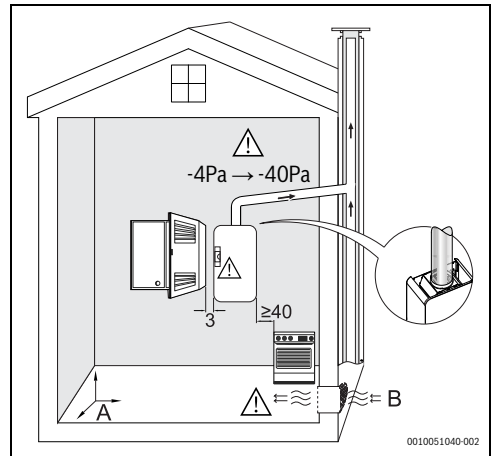

Fig. 12 Exigences minimales
- ▶ Respecter les mesures minimales d'installation indiquées à la Fig. 12.
- ▶ Accès suffisant nécessaire aux opérations de maintenance, en respectant les exigences minimales indiquées sur la fig. 12.